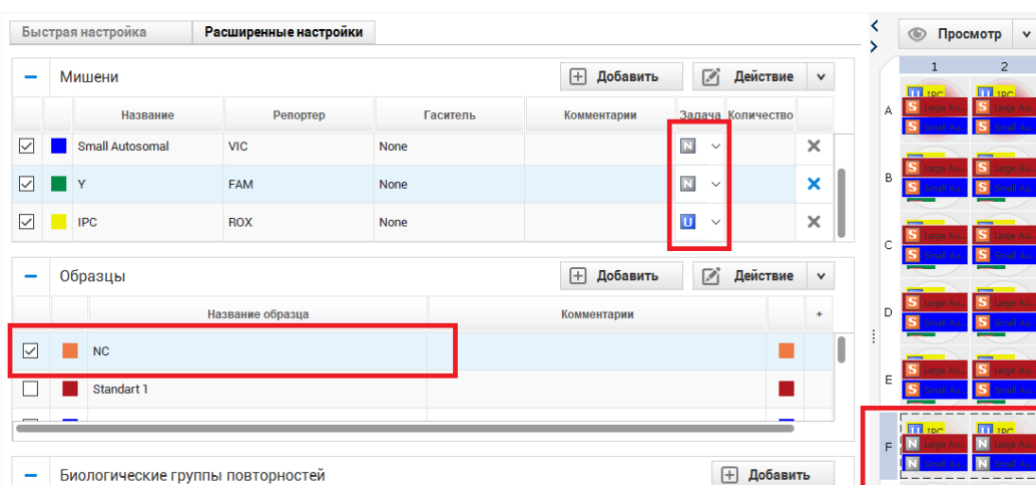

Рисунок 56
17. Под калибровочными образцами **St** отметить отрицательные контрольные образцы ПЦР – **N** (рисунок 56). Присвоить им название **NC**.